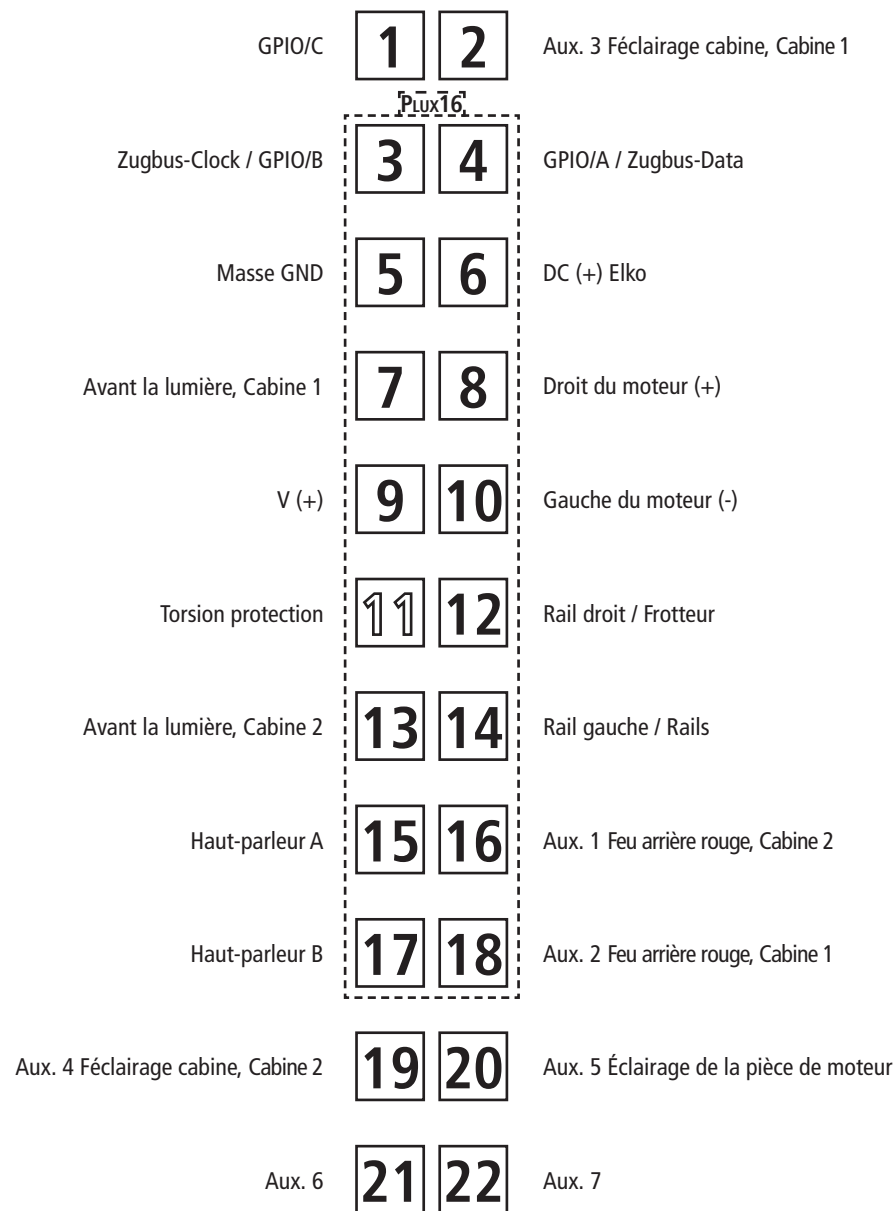

Fig. 6
3. Haftreifenwechsel: Zuerst den Getriebedeckel abnehmen (Fig. 4). Danach den **Radsatz** herausnehmen und die **Haftreifen** mit einer Nadel od. mit einem feinen Schraubendreher abziehen (Fig. 6). Beim Aufziehen der neuen Haftreifen darauf achten, dass diese sich nicht verdrehen.
3. Change of traction tyre: Remove the gear cover (fig. 4). Take out **wheel set** and remove **traction tyre** using a pin or a fine screwdriver (fig. 6). When pressing on the new traction tyre please **avoid twisting it**.
1. Nettoyage des lames de courant aux roues: Les lames de contacts risquent de s'encrasser rapidement sur des voies poussiéreuses. Veuillez **enlever la poussière** aux endroits marqués à la fig. 6 à l'aide d'un petit pinceau souple.
3. Échange des bandages d'adhérence: Démontez d'abord **le couvercle du carter des engrenages** des engrenages (fig. 4). Délogez ensuite les essieux bandagés et enlevez, à l'aide d'une aiguille ou d'un tournevis fin, les bandages d'adhérence (fig. 6). Lors du montage des nouveaux bandages veuillez veiller à ce que les bandages **ne soient pas tordu**.